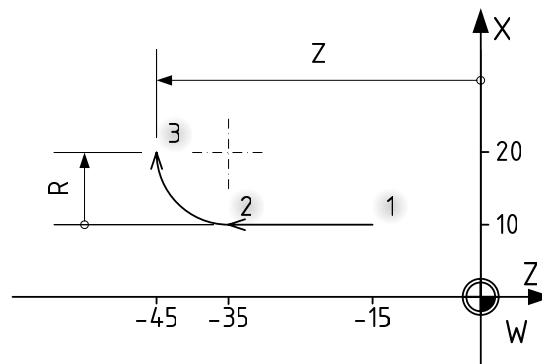
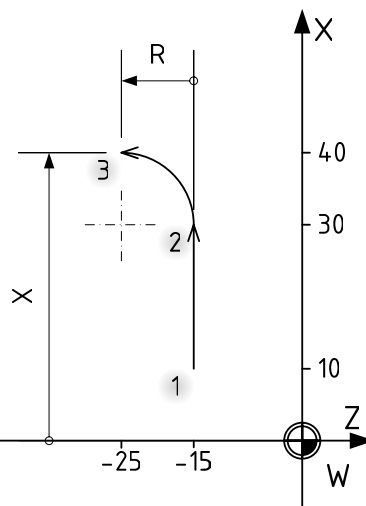

Рисунок 6
Рисунок 7
Функция выполняет линейное перемещение и дугу с углом 90° (один квадрант окружности, см. Рисунок 6, Рисунок 7). Для указания конечной точки необходимо указать только одну координату. Линейное перемещение выполняется из исходной точки (1) вдоль указанной координаты в точку начала дуги (2). Круговая интерполяция начинается касательно к линейному перемещению. Вторая координата конечной точки дуги (3) рассчитывается автоматически как сумма текущего положения и значения радиуса.